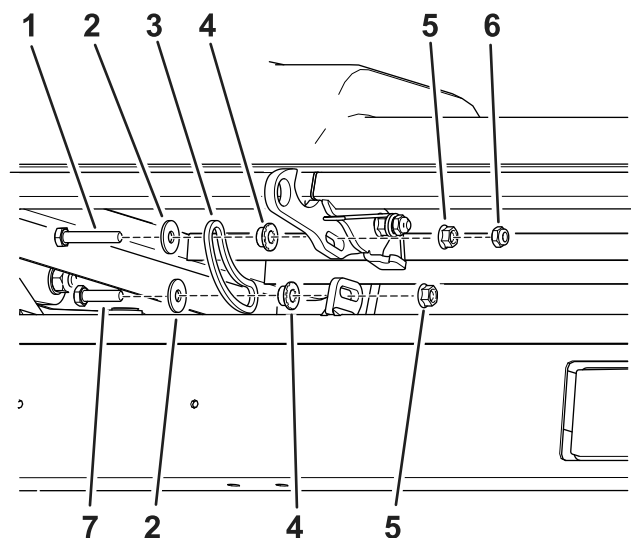

Рисунок 4
- Установите соединитель стержня на крюк с помощью длинного болта, плоской шайбы, втулки, фланцевой гайки и контргайки (Рисунок 4).
- Установите соединитель стержня на крюк с помощью короткого болта, плоской шайбы, втулки и контргайки (Рисунок 4).